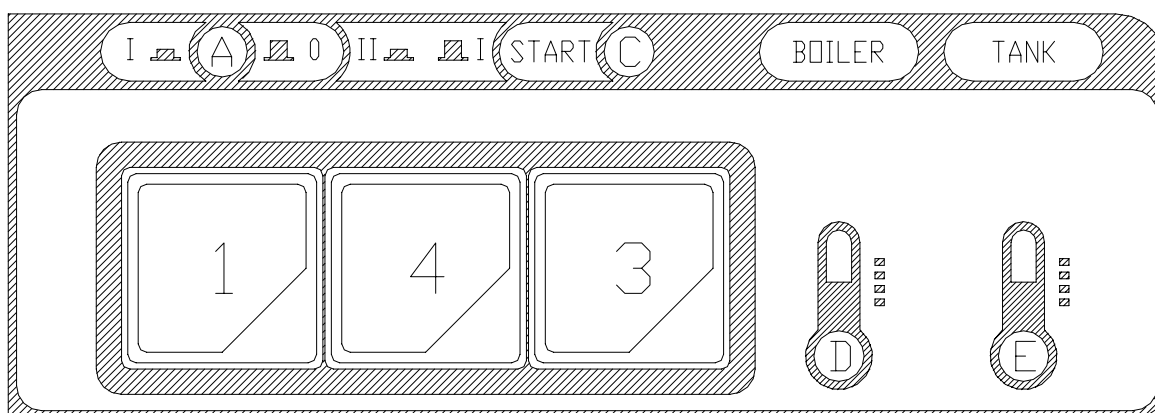

Fig. 3-2
- When the water intake cycle is complete, open the door (I) and add detergent (about 2 g. per litre of tank capacity). Position the full basket (L) and close the door (I). Select the appropriate washing cycle by pressing button (4) (short cycle (II) button pressed ÷ long cycle (I) button not pressed). Now press the START button (3) (at least for 2 seconds) and the wash cycle displayed by light (C) will start. When the cycle is over, this light goes out. To turn off the appliance, turn the switch (1) to (0). Light (A) indicates the appliance is off (Fig.3-2÷3-3).
- Nach erfolgter Füllung die Tür (I) öffnen und das Spülmittel einfüllen (ca. 2g/l Fassungsvermögen des Spülbehälters). Den gefüllten Geschirrkorb (L) einsetzen und die Tür (I) schließen. Das Programm durch Drücken des Druckknopfes (4) wählen (kurzer Spülgang (I) Taste gedrückt ÷ langer Spülgang (II) Taste losgelassen). Nun die START-Taste (3) mindestens 2 Sekunden lang drücken, und das Spülprogramm beginnt, die Kontrollampe (C) leuchtet auf und am Programmende erlischt die Kontrollampe. Um das Gerät auszuschalten, muß der Schalter (1) auf die Position (0) gestellt werden, die Kontrollampe (A) erlischt. (Bild.3-2÷3-4).
- Após o enchimento abrir a porta (I) e adicionar o sabão (cerca de 2 gramas para cada litro de capacidade da máquina). Colocar o cesto (L) cheio com a louça e fechar a porta (I). Selecionar o ciclo de lavagem apertando o botão (4) (ciclo breve (II) tecla acionada ÷ ciclo longo (I) tecla desligada). A partir deste ponto, acionar o botão START (3) (pelo menos por 2 segundos) e iniciar o ciclo de lavagem, cujo funcionamento será indicado pela luz (C); ao final do ciclo a luz anteriormente indicada se apagará. Para desligar a máquina basta acionar o interruptor (1) até a posição 0 e assim a luz (A) se apagará (Fig.3-2÷3-4).